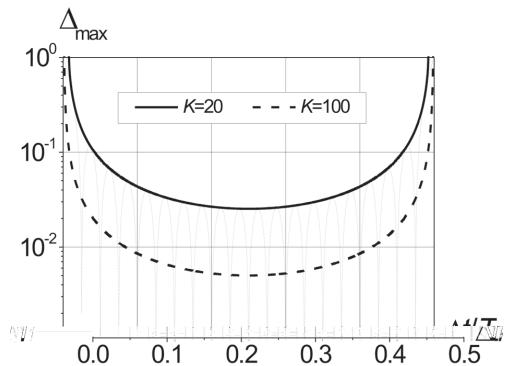

Рис. 2. Зависимость Δ_{\max} от отношения $\Delta t/T$.
Если число отсчетов на одном периоде сигнала мало, то для определения погрешности измерения Δ_{\max} необходимо использовать соотношение (4). На рис. 2 показана зависимость Δ_{\max} от отношения интервала дискретизации Δt к периоду сигнала T при числе отсчетов $K=20$, рассчитанная в соответствии с этим соотношением.
Если известно лишь приближенное значение частоты сигнала то, при заданном числе отсчетов K погрешность будет минимальной, когда число отсчетов на одном периоде сигнала примерно равно 4. Это следует из приведенных на рис.2 зависимостей для огибающих.